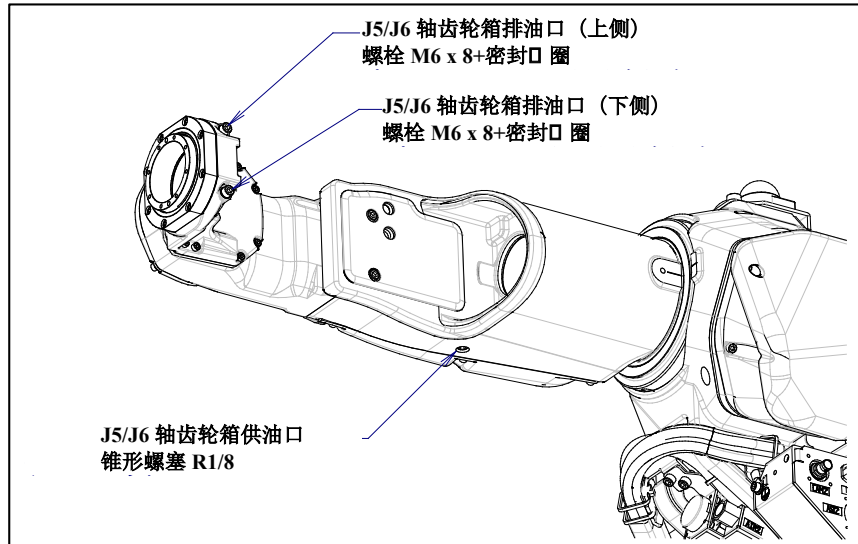

图 7.3.2.5 (a) 供油口和排油口
- 4 取下 2 个排油口的螺栓和密封垫圈。另外，取下供油口的锥形螺塞。（按照图 7.3.2.5 (a) 此时，为了防油的溢出到周围，最后取下供油口的螺栓。）